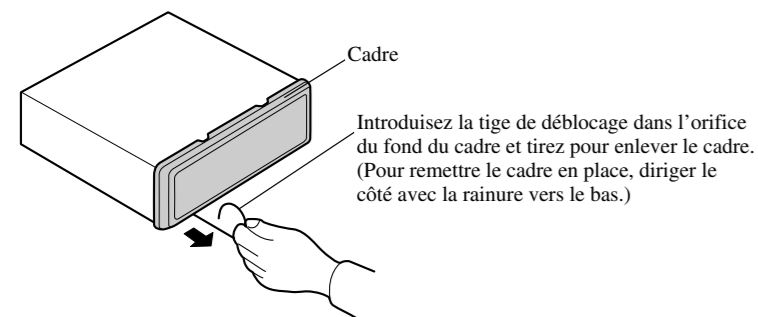

Fig. 12
1. Enlever le cadre. (Fig. 12)